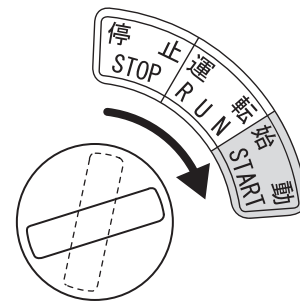

図 17
4. キースイッチを「停止」から「運転」の位置へ回します。更に「始動」まで回すとエンジンが始動します。エンジン始動後に手を放すと「運転」の位置に戻ります。(図17)